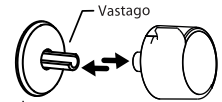

fig.14
1. Una vez cambiados los inyectores es necesario ajustar la llama en mínimo así: Encienda el quemador y llévelo a la posición mínima. Retire la perilla halándola. (fig.14)